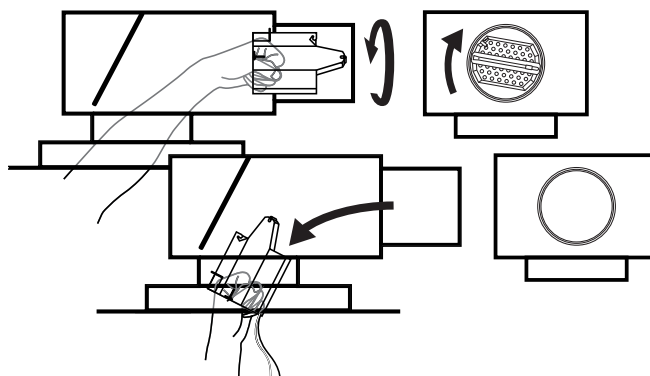

Bild 3. Spjällinsatsen vrids moturs för att lossas från lådan.
- 5) Ta tag i handtaget och vrid spjällinsatsen moturs så att den lossnar och dra ut spjällinsatsen ur lådan, se bild 3.